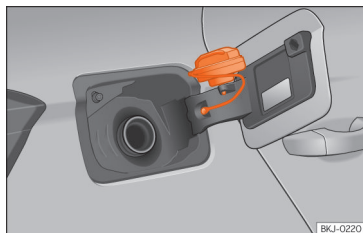

Fig. 147 Tampa do depósito com o tampão encaixado.
- Coloque-a no espaço existente na dobradiça da tampa aberta »» Fig. 147.